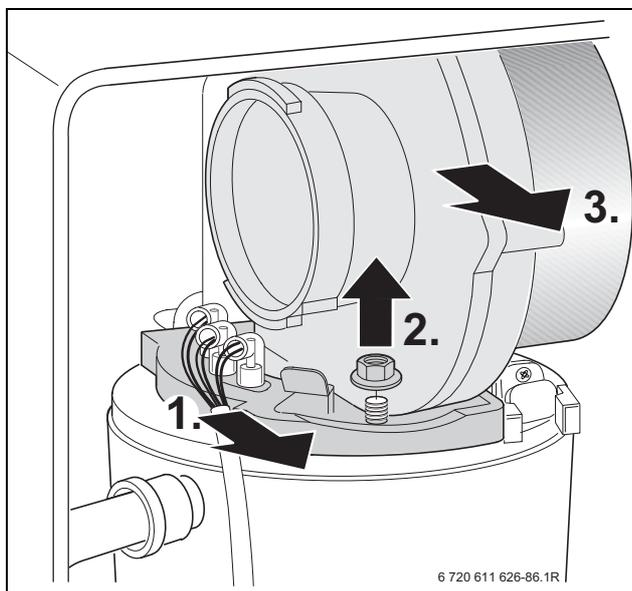

Fig. 52
- ▶ Scollegare il cablaggio elettrico degli elettrodi di accensione e ionizzazione, → Fig. 52 (fase 1).
- ▶ Svitare il dado di fissaggio della piastra del ventilatore (fig. 52, fase 2) e rimuovere il ventilatore (fase 3).